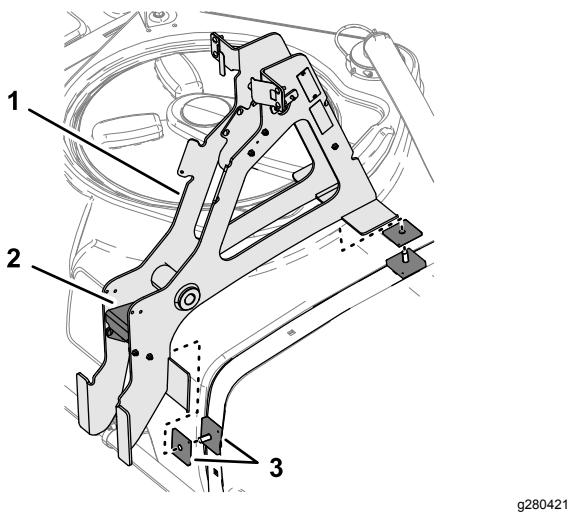

Figura 3
- Monte 1 espaciador cuadrado grueso y 1 espaciador cuadrado fino sobre los 2 pernos de cuello cuadrado instalados anteriormente (Figura 3).
- Retire y guarde los 4 pernos y tuercas que sujetan la placa de guía al bastidor principal (Figura 3).
- Instale el bastidor principal sobre los espaciadores cuadrados y los pernos de cuello cuadrado, según se muestra en Figura 3.